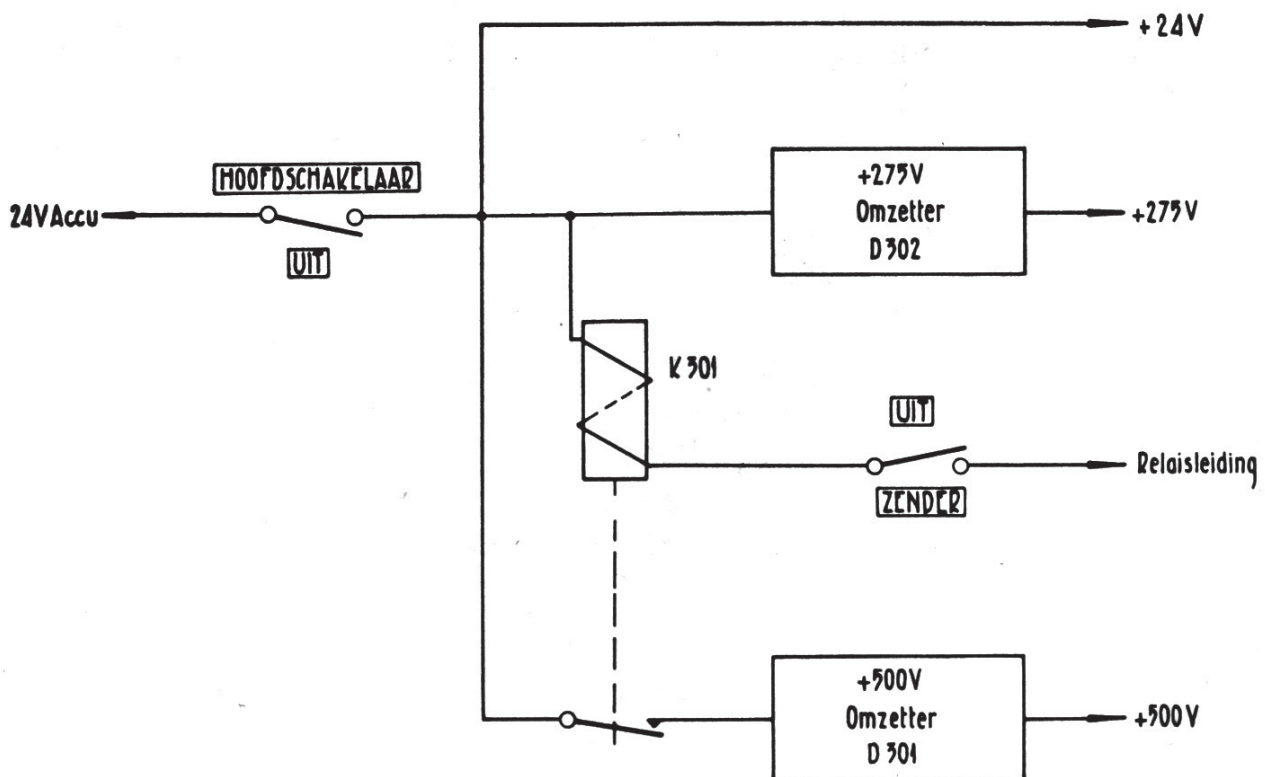

Fig. 11 Voedingseenheid DY-3030/GRC-3030, blokschema
#### 4.4 Voedingseenheid DY-3030/GRC-3030 (zie fig. 11)
- a. Uit het blokschema, fig. 11, blijkt dat als de schakelaar HOOFDSCHAKELAAR-UIT in de stand HOOFDSCHAKELAAR wordt gezet, de +275 V omzetter (D302) gaat werken. De spanning hiervan wordt aan de zend-ontvanger toegevoerd en wordt gebruikt om de ontvanger en een gedeelte van de zender te voeden.